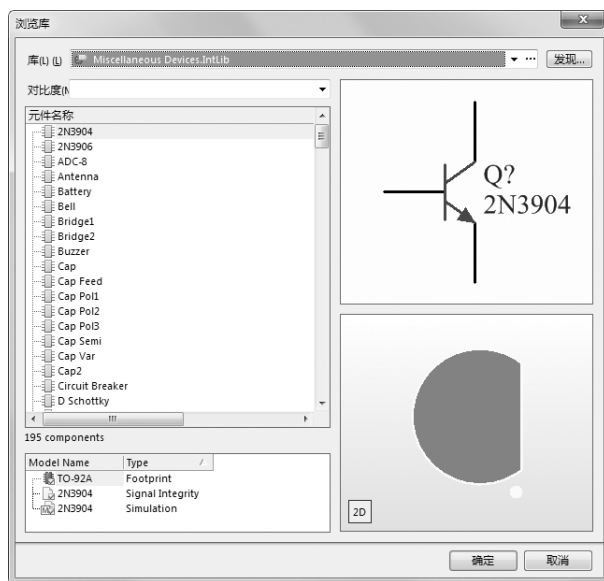

图 2-57 “浏览库”对话框
(1) 在“放置端口”对话框中，单击“物理元件”下拉列表框右侧的“选择”按钮，系统将弹出如图 2-57 所示的“浏览库”对话框。在元件库“Miscellaneous Devices. IntLib”中选择元件 2N3904。
(2) 单击“确定”按钮，在“放置端口”对话框中将显示选中的内容，如图 2-57 所示。此时，该对话框中还显示了被放置元件的部分属性，具体如下：
(3) 完成设置后，单击“确定”按钮，后面的步骤和通过“库”面板放置元件的步骤完全相同，这里不再赘述。